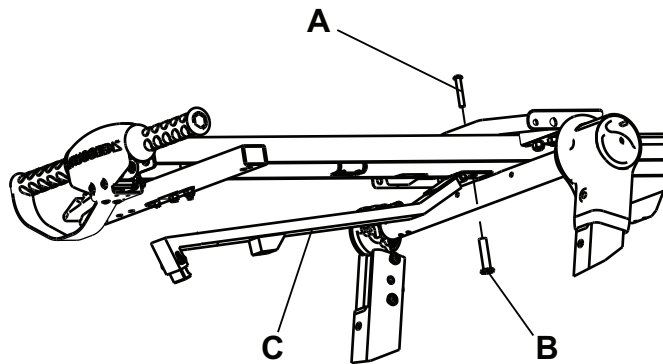

Figure 6 – Bras de crochet
- a. À l'aide d'une clé à tête en forme d'étoile T27H et d'une clé M16, retirer la vis d'assemblage à tête ronde (A) et l'écrou à embase (B) (Figure 6). Conserver la vis et l'écrou.
- b. Appliquer du **Loctite®** bleu 242 à la vis d'assemblage à tête ronde (A) ou à l'écrou à embase (B).
- c. Installer l'ensemble de bras de crochet fourni (C) (610000010016) à l'aide de la vis et de l'écrou retirés à l'étape 5a (Figure 6).